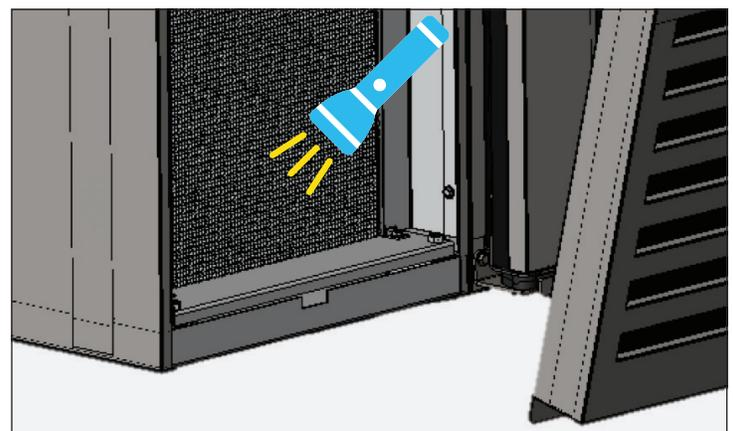

Abb. 4 Prüfen, ob alle Verstopfungen beseitigt wurden.
5. Wenn die Oberfläche der Röhren vom Schmutz befreit ist, mit einer Taschenlampe prüfen, ob durch den Wärmetauscher zu sehen ist, wie sich der Lüfterflügel des Verflüssigers dreht. Siehe Abb. 4.